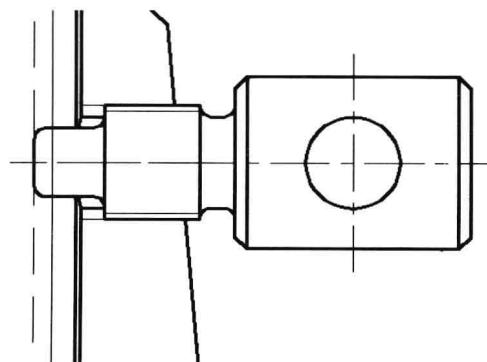

图 6-6-8
(10) 单击支座图形的填充图案，按 Delete 键，删除选择对象。
(11) 在“修改”面板中，单击“修剪”按钮 $-/-$ ，将支座与螺钉重叠的线段剪切掉，如图 6-6-8 所示。